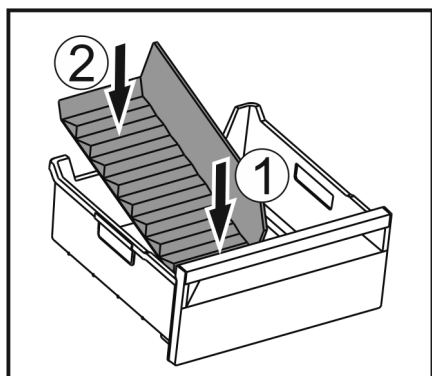

Fig. 177
- Installer la partie avant du séparateur de congélateur. Fig. 177 (1)
- Abaisser la partie arrière du séparateur de congélateur jusqu'au fond du tiroir. Fig. 177 (2)